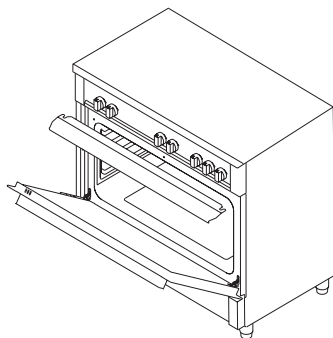

Figure 27
3. Placez le panneau de sécurité sous le panneau de commande en ouvrant la vitre avant du four. (figure 27)